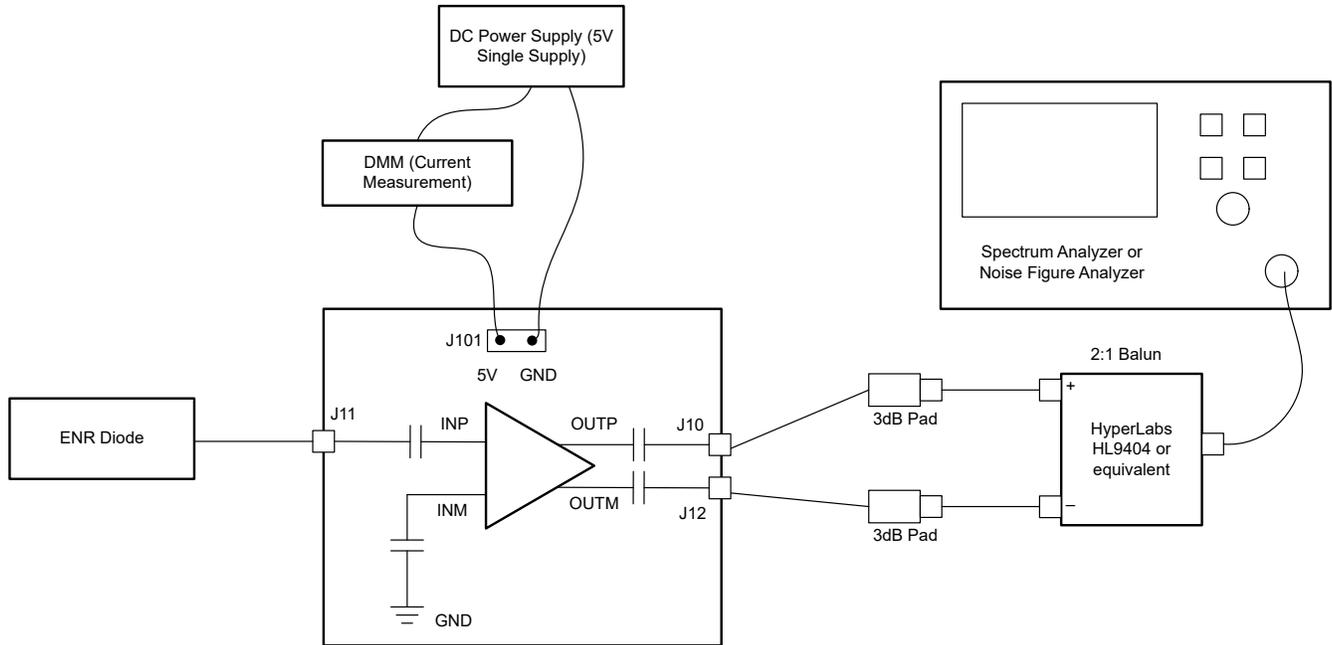

图 2-4. 噪声系数测试设置
1. 图 2-4 所示为使用噪声二极管和频谱分析仪（或噪声系数分析仪），利用传统 Y 系数法进行 NF 测量。